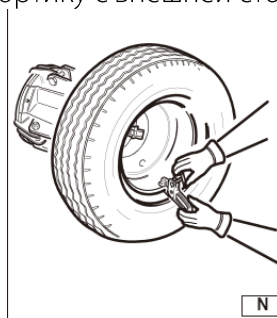

Рисунок 25
- Прикрепите хомут ко второму бортику с внешней стороны (6 часов) (см. рис. 25).
- Вращайте колесо и одновременно вставляйте съемный рычаг 18. (рис. 25) между ободом и бортиком пока он не зафиксируется в этом положении.
- Прикрепите к наивысшей точке на внешней кромке обода хомут RP (см. рис. 25).